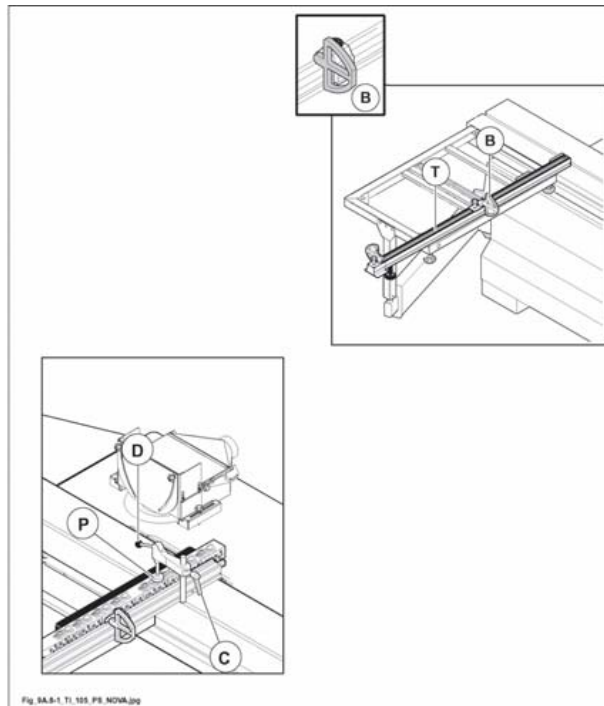

Fig. 9.8-1
- Per l'uso posizionare le battute (B fig. 9.8-1) facendo riferimento alla riga metrica (T fig. 9.8-1).
- Bloccare il pezzo con il piedino pressatore (P fig. 9.8-1) abbassando la leva (D fig. 9.8-1).
- Agire sulla maniglia (C fig. 9.8-1) per regolare l'altezza.
- Con la leva (D fig. 9.8-1) far scendere il piedino (P fig. 9.8-1) per serrare il pezzo da lavorare.